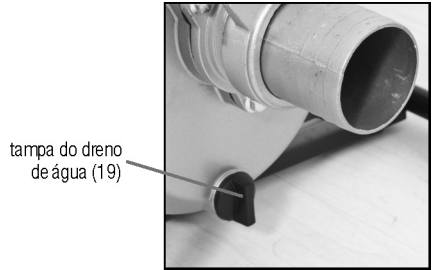

Fig. 27 – Retirando água do sistema de bomba
d. Retire o dreno de água (fig. 27) e aguarde até que toda a água saia do sistema.
g. Feche o dreno da bomba (fig. 27).